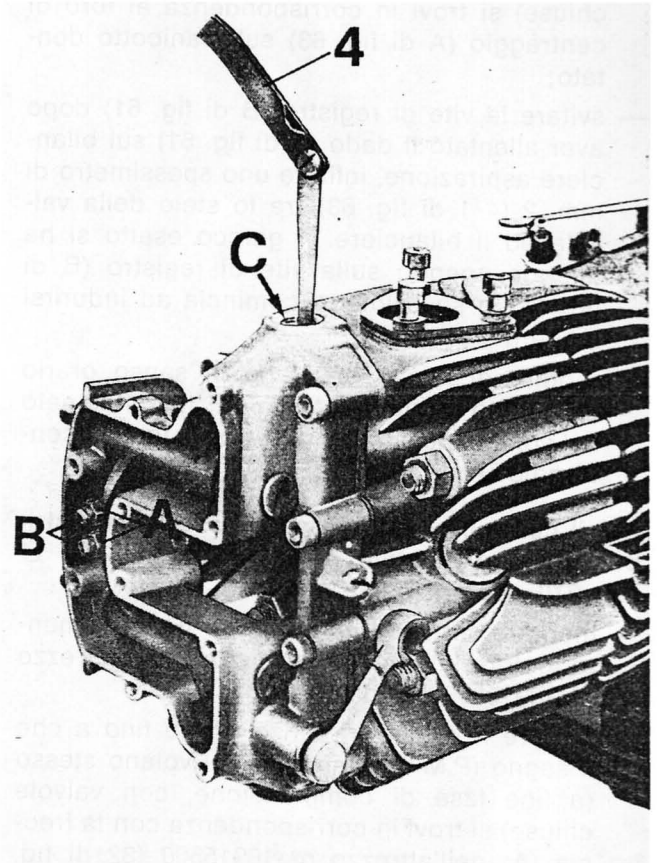
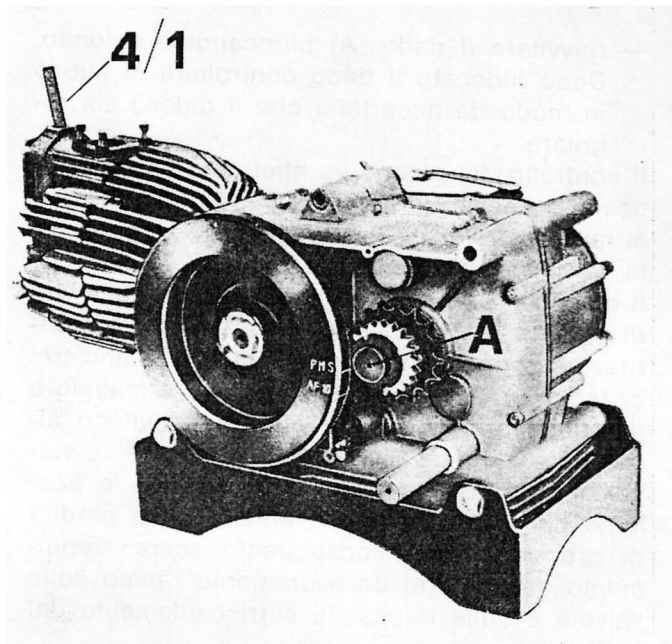

Fig. 61
Fig. 63
## REGOLAZIONE GIUOCO TRA BILANCIERI E VALVOLE (vedere fig. 61)
Il controllo del giuoco va effettuato usando apposito spessimetro n° 12909090 (4 di fig. 61) che attraverso il foro (C) deve essere inserito tra la valvola ed il bilanciere.
(Vedere fig. 61 - 63 - 113/1)
(a fine fase di compressione, con valvole chiuse) si trovi in corrispondenza al foro di centraggio (A di fig. 63) sul manicotto dentato;
- svitare la vite di registro (B di fig. 61) dopo aver allentato il dado (A di fig. 61) sul bilanciante aspirazione, infilare uno spessimetro di mm. 2 (4/1 di fig. 63) tra lo stelo della valvola ed il bilanciante. Il giuoco esatto si ha quando agendo sulla vite di registro (B di fig. 61) lo spessimetro comincia ad indurirsi leggermente;
- ruotare di nuovo il volano in senso orario (350°) fino a che il segno « AF 10 » stampato sul volano stesso coincida con il foro di centraggio (A di fig. 63).
- svitare la vite di registro (B di fig. 61) dopo aver allentato il dado (A di fig. 61) sul bilanciante aspirazione, infilare lo spessimetro di mm. 2 (4/1 di fig. 63) tra lo stelo della valvola e il bilanciante.
Il giuoco esatto si ha quando agendo sulla vite di registro (B di fig. 61) lo spessimetro incomincia ad indurirsi leggermente;
Per determinare esattamente il punto in cui avviene l'inizio apertura della valvola di aspirazione, occorrerà ruotare il volano con delicatezza fino a sentirne l'indurimento dello stesso. A questo punto controllare che i segni « AF10 » sul volano e il foro di centraggio « A » di fig. 63 sul manicotto dentato o la freccia (A) dell'attrezzo n° 32 di fig. 113/1 coincidano.